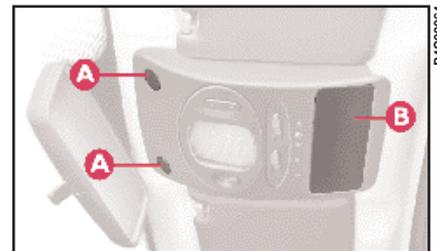

fig. 26
1) Enlever les 2 capuchons en plastique A et décrocher le couvercle B (fig. 26).